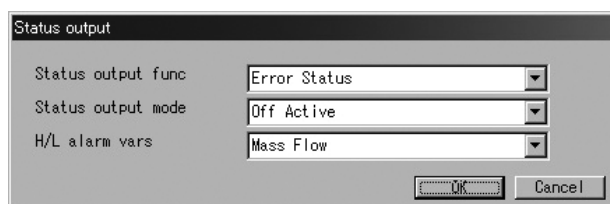

図38
- ① 画面上部メニューの「Setup(S)」をクリックし、「Config output」のドロップダウンリストの中から「Status output」を選び再度クリックします。
- ② 図38のようなメッセージボックスが現れます。ここではステータス出力の機能を設定します。